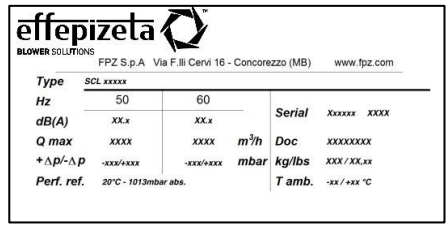

Figure 2 - Document MAN_PIC
- Les informations contenues dans le présent manuel sont conçues pour l'utilisation par des opérateurs spécialisés dont la définition est contenue dans le document MAN_PIC (Figure 2).